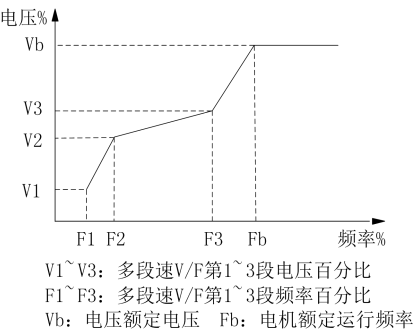

图 6-5 多点 V/F 曲线设定示意图
- 1: 多点 V/F。通过设置 P2-01~P2-06 参数自定义 V/F 曲线，如图 6-5 所示。
可通过 P2-01~P2-06 自定义 V/F 曲线，如图 6-5 所示，三个电压点和频率点的设置需满足关系，V1<V2<V3，F1<F2<F3。